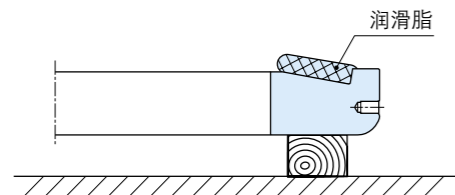

图 3.38
- (1) 给配合代号 A 的外圈全面薄涂润滑脂后，滚道面朝上放在垫木之上（见图 3.38）。